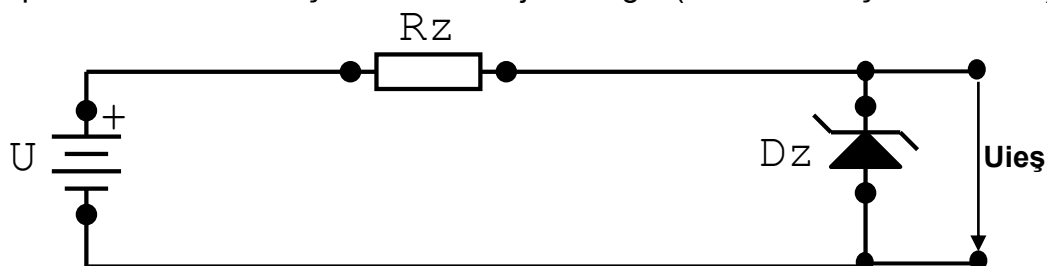

Figura 3.1 Stabilizator de tensiune în raport cu variația tensiunii de intrare
În cele ce urmează voi determina limita inferioară și superioară a tensiunii de intrare (U) ce poate fi stabilizată cu montajul din figura 3.1.